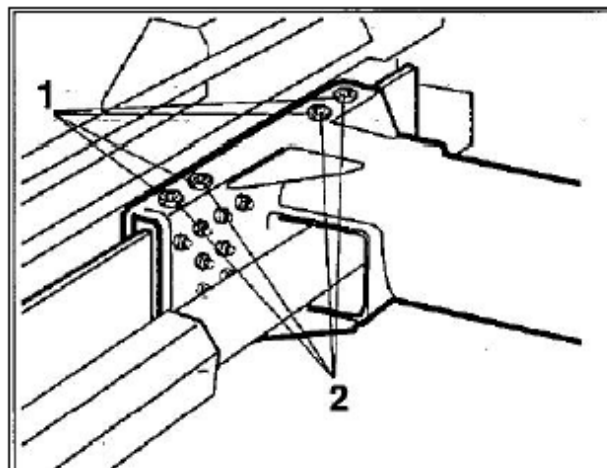

Рис. 8.6
- e) Открутить четыре контргайки (1, рис. 8.6).
- f) Закрутить шесть винтов каждого башмака (2, рис. 8.6) на четверть оборота.
- h) Затянуть четыре контргайки (1, рис. 8.6).